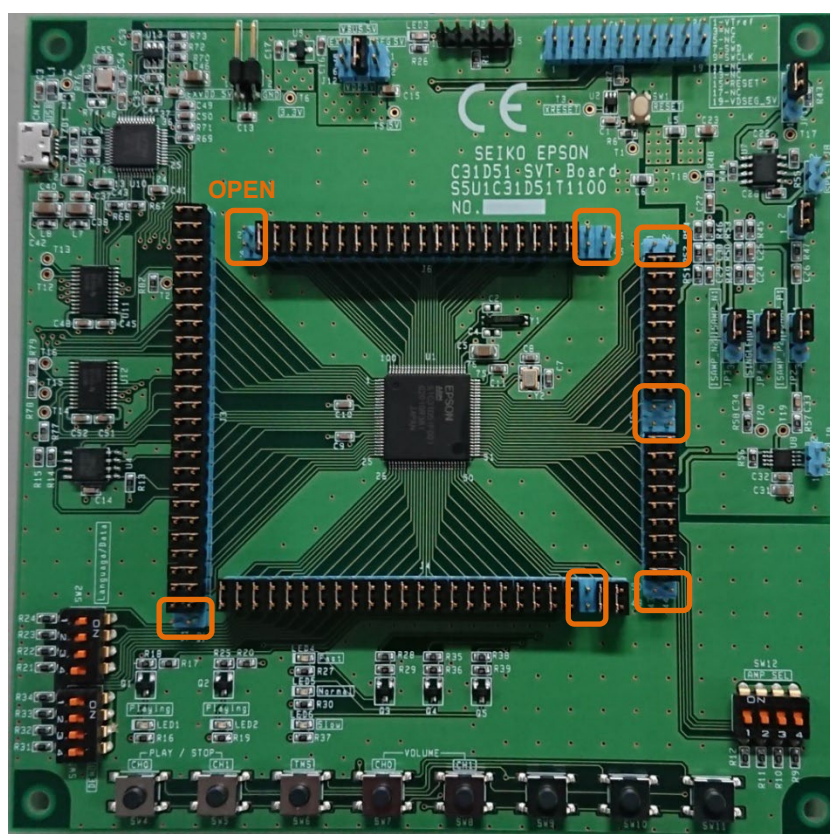

図 3.4.1 S5U1C31D51T2 勘合時の S5U1C31D51T1 ジャンパ設定
- 2) S1C31D51 評価ボード(S5U1C31D51T1)に本製品(S5U1C31D51T2)を勘合します。(表 3.4.1, 図 3.4.1 を参照)